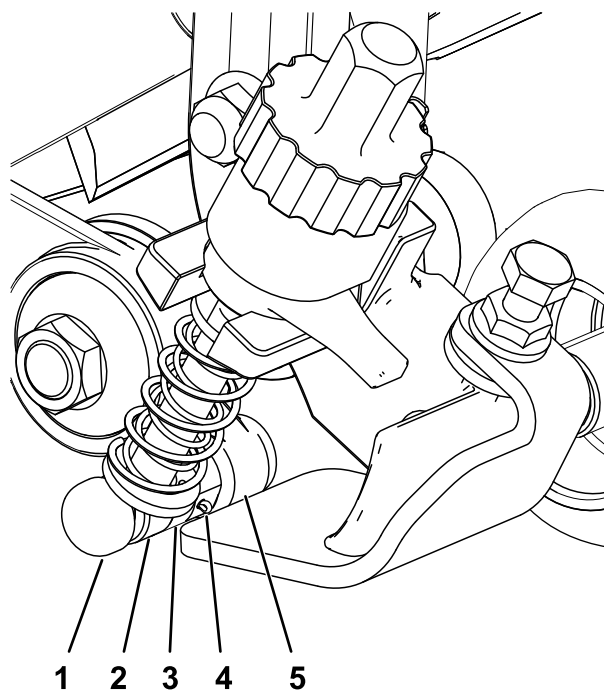

図 13
6. リールが回転しないようにしたら、駆動ボックスのシャフトの六角ヘッドを 135-150 N·m 13.8-15.3 kg·m = 100-110 ft·lb にトルク締めする 図 13を参照。
3. アイドラアセンブリ側で、刈高ブラケットのアジャスタアームのロッドを、アイドラアセンブリのアジャスタカラーに整列させ、アジャスタピンとコッターピンで固定する 図 13。